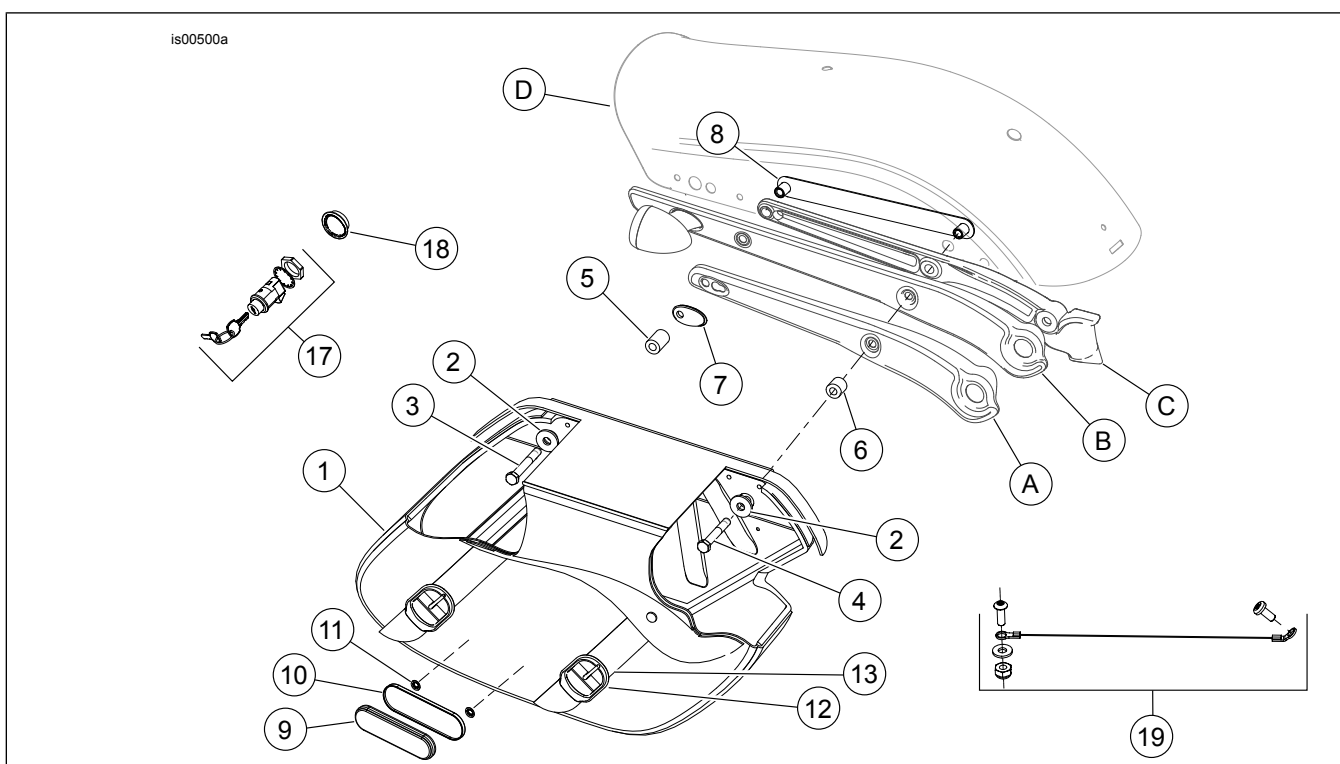

Figure 3. Pièces détachées pour les applications de 2006 et plus récentes (sauf FXDB)
Voir Figure 3 et Tableau 3.
5. **Pour tous les autres modèles** : Voir Figure 3 et Tableau 3. Installer le support de garde-boue (8) du kit à l'intérieur du garde-boue.
12. Pour les FXDB de 2009 et plus récentes et les FXDWG de 2010 et plus récentes, jeter le couvercle encastré (7)